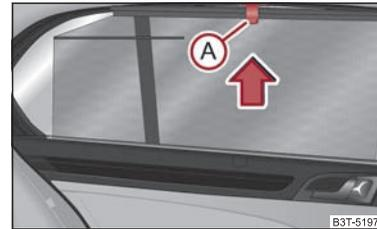

Abb. 62 Hintere Tür: Sonnenschutzrollo
- Ziehen Sie das Sonnenschutzrollo am Griff (A) ⇒ Abb. 62 heraus und hängen Sie es in den Halter an der Türoberkante ein.